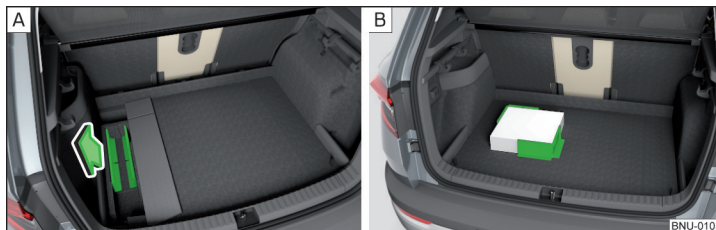

Abb. 149 Cargo-Elemente herausnehmen / Befestigungsbeispiel der Ladung
- Vor dem Gebrauch die Cargo-Elemente in Pfeilrichtung herausnehmen » Abb. 149 - **A**.
- Die Ladung mittels der Cargo-Elemente möglichst in der Nähe der Rücksitze befestigen » Abb. 149 - **B**.